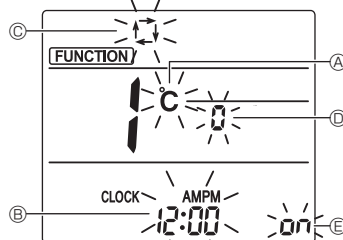

Fig. 6-10
- Vergewissern Sie sich, dass Funktion Nr. "1" angezeigt wird und drücken Sie die [SET]-Taste ③. Der Anzeige-Einstellungsbildschirm erscheint. (Fig. 6-10)